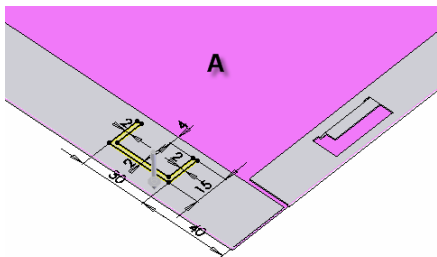

图 10-39 生成切除特征
⑯ 生成“切除”特征。单击“特征”工具栏中的“切除拉伸”图标，拉伸终止条件选择“成形到一面”，选择钣金零件的大平面即图 10-39 中的 A 面，生成切除特征。